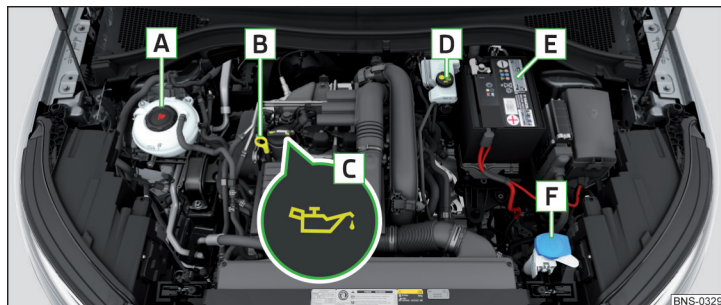

Fig. 325 Ejemplo de orden en el vano motor
- Desenrosque el tapón de la boca de llenado de aceite de motor **C** » fig. 325 de la pág. 294.